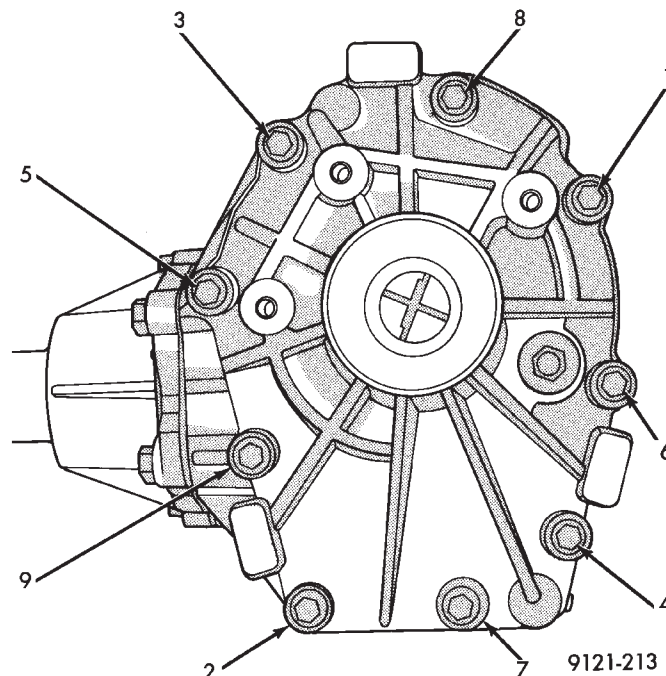

Fig. 14 Sequência de Aperto do Parafuso
(3) Limpe e verifique as superfícies das vedações.
(4) Aplique Mopar® Gasket Maker, Loctite Gasket Eliminator No.518 ou equivalente nas superfícies de vedação.
(5) Reinstale a tampa e aperte os parafusos com um torque de 28 N·m (250 pol.-lb.) na sequência mostrada na (Fig. 14). Reaperte o primeiro parafuso depois que todos os outros já tiverem sido apertados.